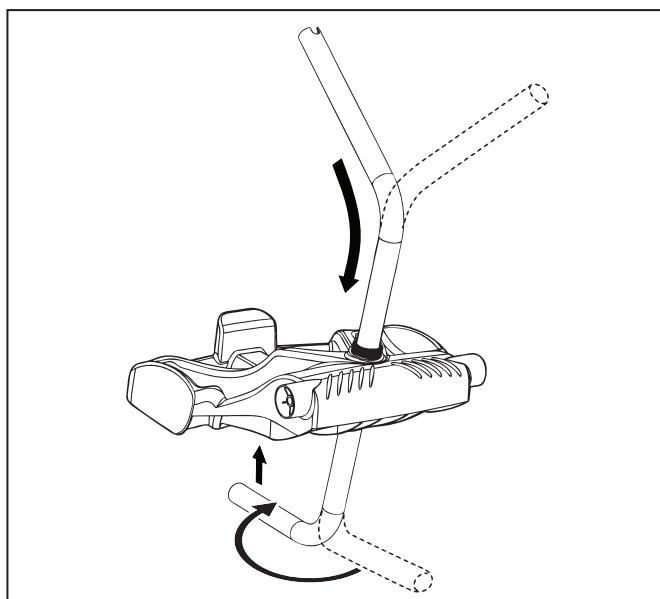

Figure 3. Raccordement du cadre métallique à l'unité de base
- Insérez le tube du cadre de poignée métallique dans la base en positionnant l'extrémité avec encoche vers le haut, puis tournez afin que les coude ne soient pas orientés dans votre direction. (Figure 3).
- Poussez la base vers le bas (Figure 3) afin de positionner le cadre de poignée métallique dans le renforcement situé sous la base.